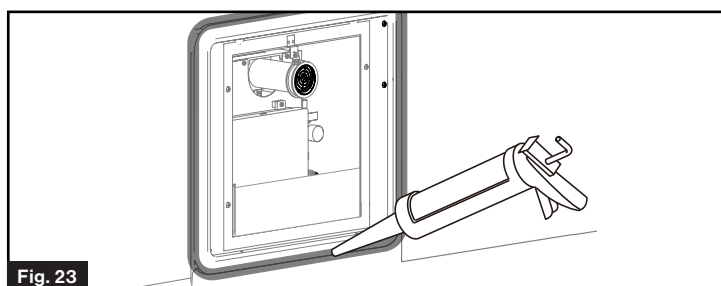

Fig. 23
3. Appliquez une quantité généreuse de scellant autour du cadre de la porte pour combler tout espace sur le mur du VR. (Fig. 23) Essuyez tout excès du scellant.